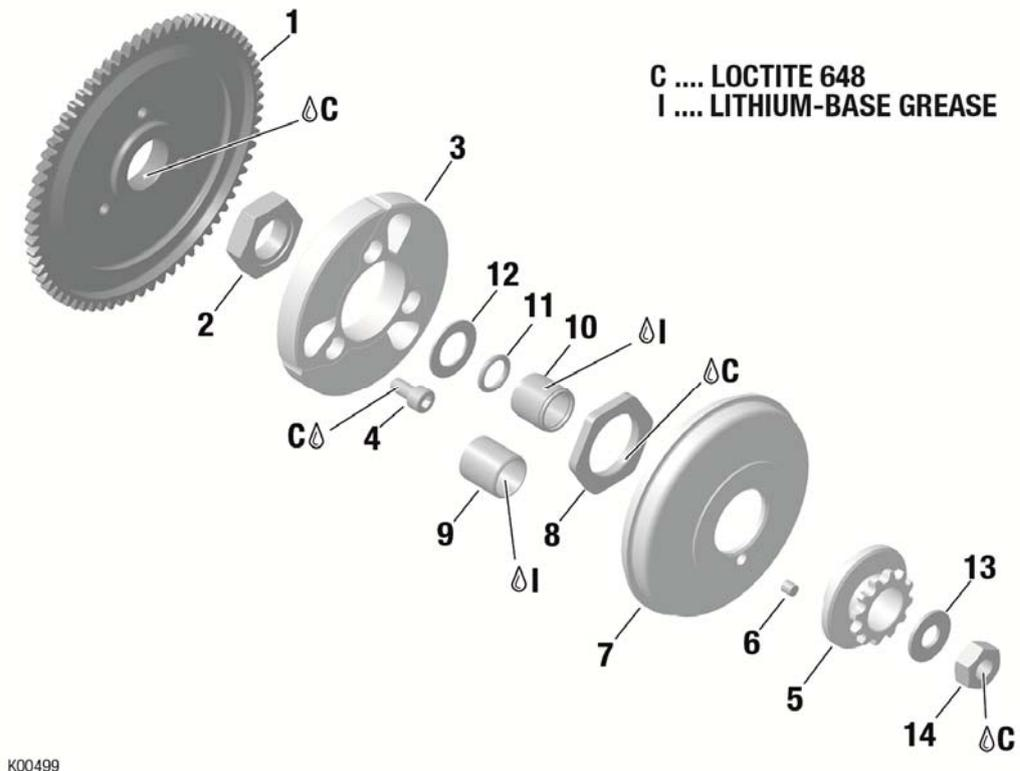

Fig. 3
- ➡ 六角ネジ(pos. 14)とワッシャー (pos.13)を外して下さい。 Fig. 3 参照
- ➡ クラッチドラム(pos.7)をギアが付いたままで外して下さい。
- ➡ 六角穴ネジ(pos.14)とクランクシャフトのネジ山を綺麗にして脱脂して下さい。